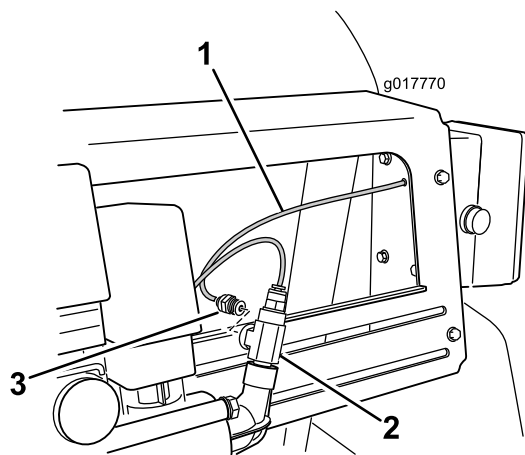

Figura 7
3. Localice el tubo rojo del manómetro que viene desde la parte trasera de la caja de control, e instálelo en el orificio del acoplamiento en T (Figura 7).